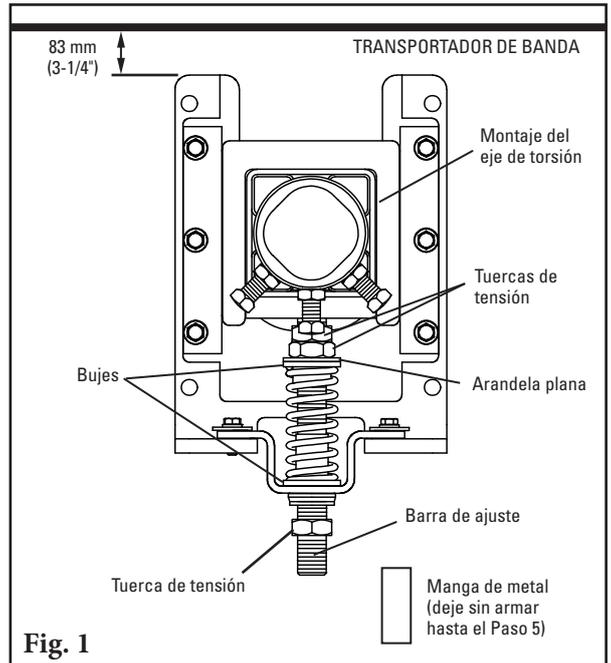

Fig. 1
- 1. Configure de nuevo el tensor estándar al estilo de empuje.** Retire las 3 tuercas de tensión, la arandela plana, los 2 bujes, el resorte, la manga y el soporte de sombrero; arme de nuevo (Fig. 1) con 2 tuercas de tensión, la arandela plana, 2 bujes, el resorte y el soporte de sombrero en el extremo superior de la barra de ajuste. Agregue la 3ra tuerca de tensión en la parte inferior de la barra de ajuste, esto actuará como un seguro para la manga.
- 2. Instale las bases de montaje del tensor.** Coloque las bases en la estructura o el chute para que las partes superiores de las patas de la base estén 83 mm (3-1/4") debajo de la banda (Fig. 1).